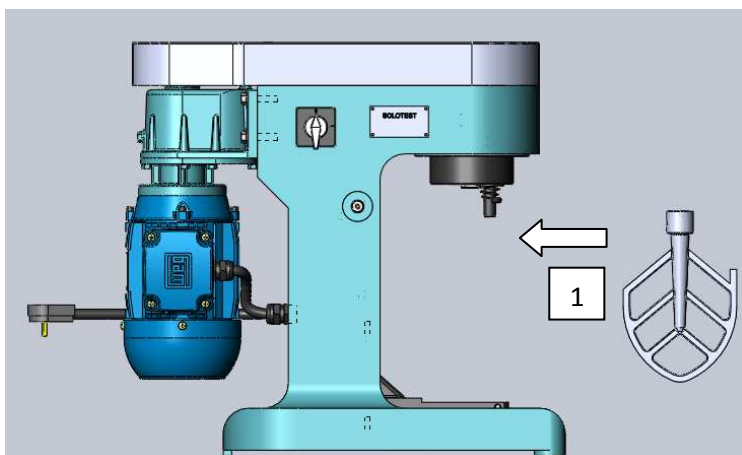

Fig. 1
3.2 - Certificar-se de que a pá está bem fixada ao eixo (figs.1 e 2 - procedimentos 1, 2 e 3);